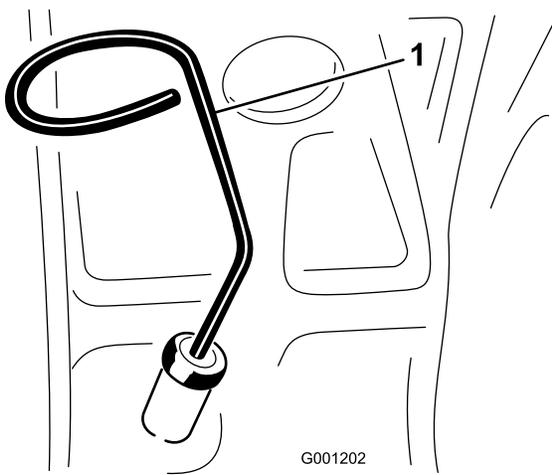

図 22
2. ディップスティック(図 22)を抜き取り、付いているオイルをウェスで拭きとってもう一度差し込む。引き抜いて油量を点検する。FULL 位置まであればよい。